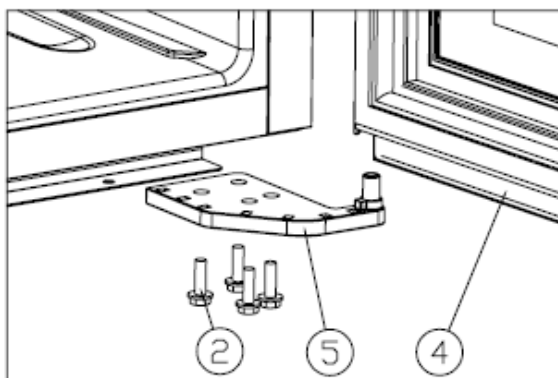

Figure 2
Dévisser les vis M5*16 (2), démonter la charnière inférieure droite (5). [Figure 2]